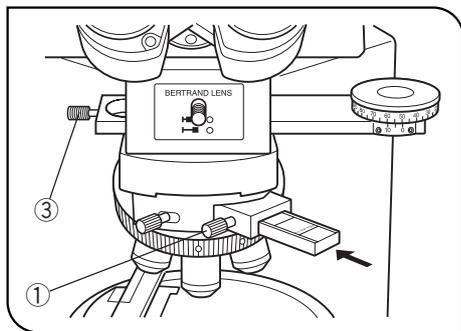

図 10
- 1) 任意のNDフィルタ(φ30)を空穴①に、必要に応じて落とし込みます。
- 2) 偏光用アナライザ(U-AN360P-2)②を挿入し、クリック位置まで押し込みます。
次に、ストップつまみ③(図10)を確実にねじ込みます。
(図 10)